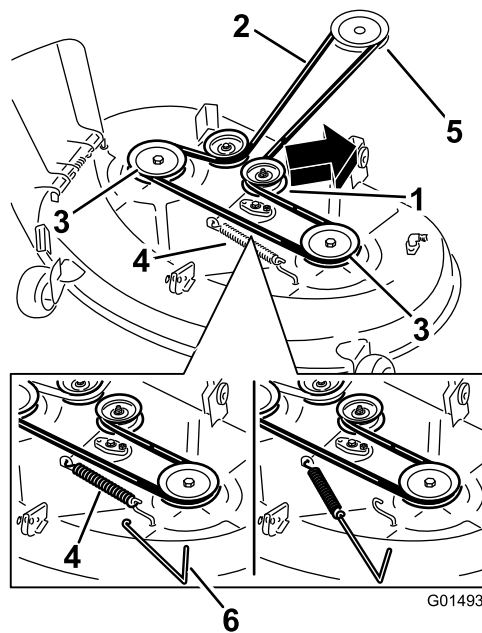
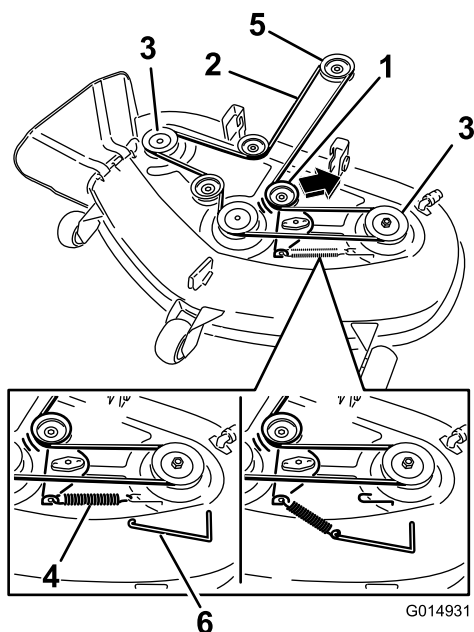

Figura 72
Figura 73
6. Utilize um removedor de molas (peça Toro n.º 92-5771), remova a mola intermédia do gancho da plataforma para retirar tensão da polia intermédia e role a correia para fora das polias (Figura 72 e Figura 73).
7. Coloque a nova correia em redor da polia do motor e nas polias do cortador (Figura 73).
8. Utilize um removedor de molas, instale a mola intermédia por cima do gancho da plataforma para colocar tensão na polia intermédia e na correia do cortador (Figura 72 e Figura 73).